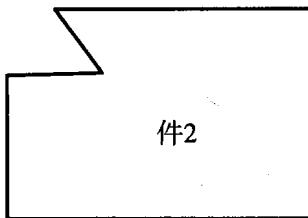
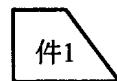

图 1-5 角度件 2
图 1-6 角度件 1
(2)件 2 加工步骤(如图 1-5 所示):
①加工尺寸 80 达到尺寸精度, 加工尺寸 60 达到尺寸精度并满足垂直度要求。
②用高度画线尺画 60°角度线。
③锯削 60°内角, 留有加工余量 0.5~1 mm。
④用三角锉加工角度, 控制 42 尺寸, 精锉; 用千分尺测量, 保证尺寸精度。
⑤待 42 尺寸加工好后, 锉削角度斜面, 保证角度尺寸, 用万能角度尺去测量 60°内角, 测量间接参考尺寸 68(80-12), 达到技术要求。
(3)件 1 加工步骤(如图 1-6 所示):